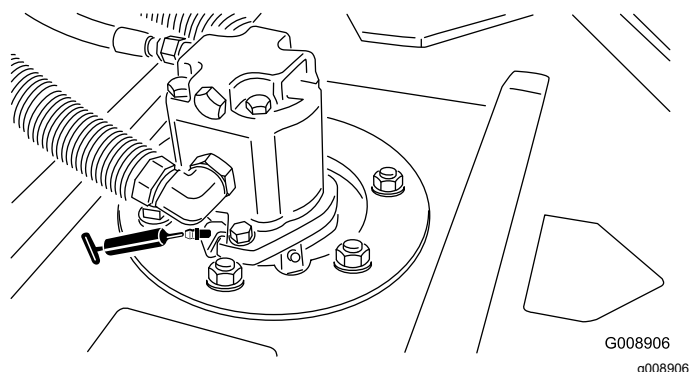

Figura 72
- Cojinetes de los ejes de las unidades de corte (2 por unidad de corte) – Figura 72